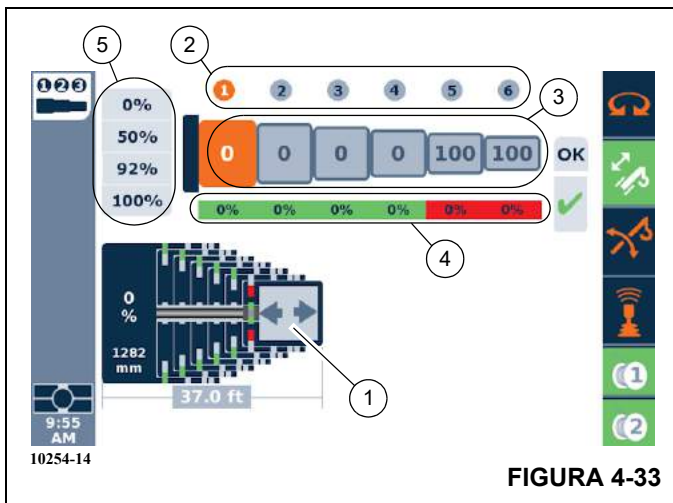

FIGURA 4-33
A Figura 4-33 mostra a mesma tela quando o operador puder controlar os movimentos das seções da lança. Nesse caso, existe uma seta apontando para a esquerda e/ou direita (1) (em vez dos pontos mostrados na Figura 4-32). Como é consistente com a orientação do esquema, a seta para a esquerda indica a retração da lança, a seta para a direita indica a extensão da lança. O dispositivo de controle (normalmente o controlador na opção padrão do controlador) seria movido para a esquerda para retrair a lança e seria movido para a direita para estender a lança (tendo em mente que apenas uma seção da lança — a seção da lança a que o cilindro telescópico está travado — estaria em movimento).
As setas (1, Figura 4-33), em algum momento do processo da função telescópica, piscarão. O piscar é uma indicação de que um evento de destravamento ou travamento ocorrerá se o operador mantiver o controlador na direção dessa seta por pelo menos 1 segundo. Se esse evento começar, então a tela mudará para os pontos (como descrito para Figura 4-32) para que o operador saiba que um movimento ou ação automatizados estão ocorrendo novamente.
Como visto na Figura 4-33, há conjuntos de valores numéricos na parte superior da tela acima do esquema gráfico da lança.
Primeiro, há um conjunto de valores em uma linha superior com valores de 1 a 6 em círculos (2, Figura 4-33). Os números 1 a 6 nos círculos indicam as seções da lança telescópica (ou "seções de telescópio"). O número 1 é para a seção da lança que é a maior e mais próxima da seção da base. Essa é mencionada como T1. Isto então prossegue de T2 a T6 para os valores de 2 a 6.
Os valores sob esses números de indicação de seção de lança representam a configuração final da lança solicitada (ou "imagem do telescópio de destino"). A Figura 4-33 mostra esse conjunto de valores como 0-0-0-0-100-100 (3). Isso significa que T5 e T6 devem ser estendidas para a sua localização de fixação de 100%, T2 deve ser estendida para a
Segundo, há um conjunto de valores percentuais exibidos sob os valores de configuração final da lança solicitados. Na Figura 4-33, eles são mostrados como 0%-0%-0%-0%-0%-0% (4). Isso representa a configuração da lança real atualmente computada do sistema de controle do guindaste (ou "imagem do telescópio real"). Isso pode ser entendido como a maneira como a lança se parece "agora" (mas, como mencionado acima, o operador deve estar ciente da lança física para comparar com esses valores). À medida que a lança é operada, essa configuração da lança calculada mudará (assim como o gráfico esquemático para o sistema da lança mudará no mostrador). Mas o operador deve entender que a configuração final da lança solicitada não mudará à medida que a lança for operada (é o destino final para o movimento da lança).
- Ao usar o ODM, o botão Enter é usado para o OK mostrado na tela. Isso envia os dados solicitados para o sistema de controle do guindaste. Se essa configuração for considerada aceitável, uma marca de verificação será mostrada abaixo de OK, como visto na Figura 4-33. Se a configuração não for considerada aceitável, será mostrado um X vermelho em vez da marca de verificação (Figura 4-36). Como exemplo, não é permitida uma configuração final solicitada da lança de 0-100-0-100-0-100.
- Assim que o cilindro telescópico for considerado travado na seção da lança que deve ser movida primeiro (T6 no exemplo atual Figura 4-33) pelo sistema de controle do guindaste, a seção da lança será destravada (essa é uma ação automatizada).
- Após a seção da lança ser destravada, as setas de direção da função telescópica aparecerão como exibido na Figura 4-33.
- Quando a seção da lança T5 é destravada, as setas de direção da função telescópica para a esquerda e para a direita aparecerão novamente (como mostrado na Figura 4-33).